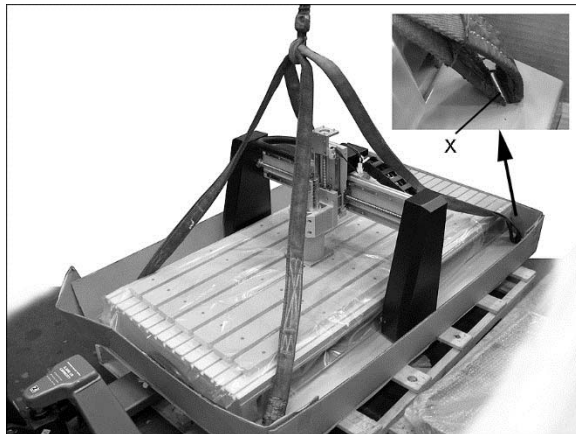

Figure 7-18
1. Placer les courroies autour des boulons d'acier et viser les boulons dans les quatre trous (X, figure 7-18). **S'assurer que les boulons soient suffisamment longs pour couvrir le trou** et s'engager dans la base inférieure, et que les courroies se tendront sans toucher au pont de montage et à aucunes autres pièces fragiles.